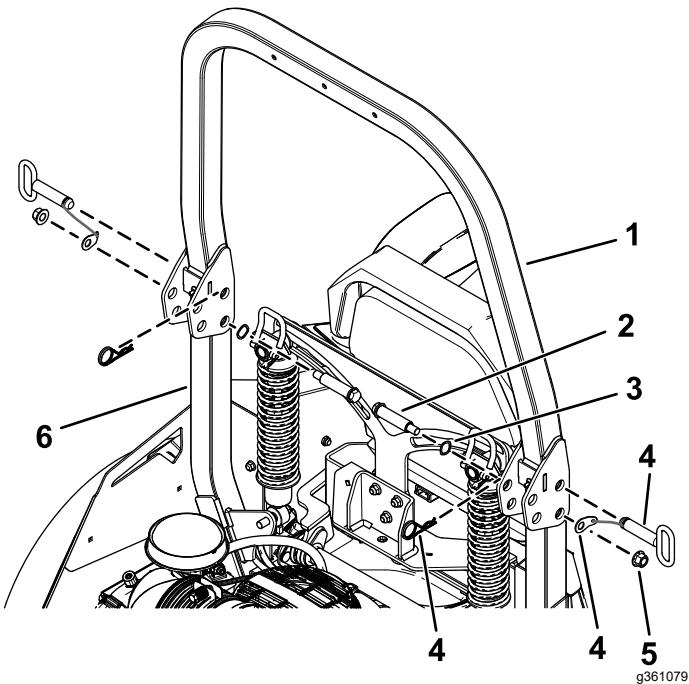

Figura 5
- Sujete los conjuntos inferiores de la barra antivuelco al conjunto superior de la barra antivuelco usando los 2 pernos de cuello largo, las 2 arandelas de muelle, las 2 contratueras ($\frac{1}{2}$ ") y el conjunto del pasador de plegado (Figura 5).